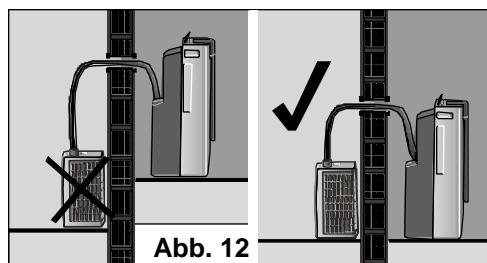

Abb. 12
- Zu guter Letzt vergewissern Sie sich, dass der Verbindungsschlauch zwischen Innen- und Außengerät nicht eingeklemmt oder abgequetscht ist, dass der Höhenunterschied zwischen den Geräten nicht mehr als 1,5 m beträgt (siehe **Abb. 11**), und dass das Außengerät nicht tiefer steht als das Innengerät, siehe **Abb. 12**.